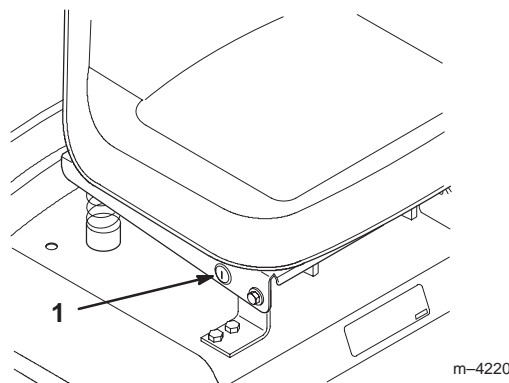

Figure 14
S'il est nécessaire d'utiliser la PDF en marche arrière, vous pouvez désactiver ce dispositif de sécurité à l'aide du commutateur KeyChoice situé près du support du siège (Fig. 14).
2. Introduisez la clé dans le commutateur KeyChoice (Fig. 14).